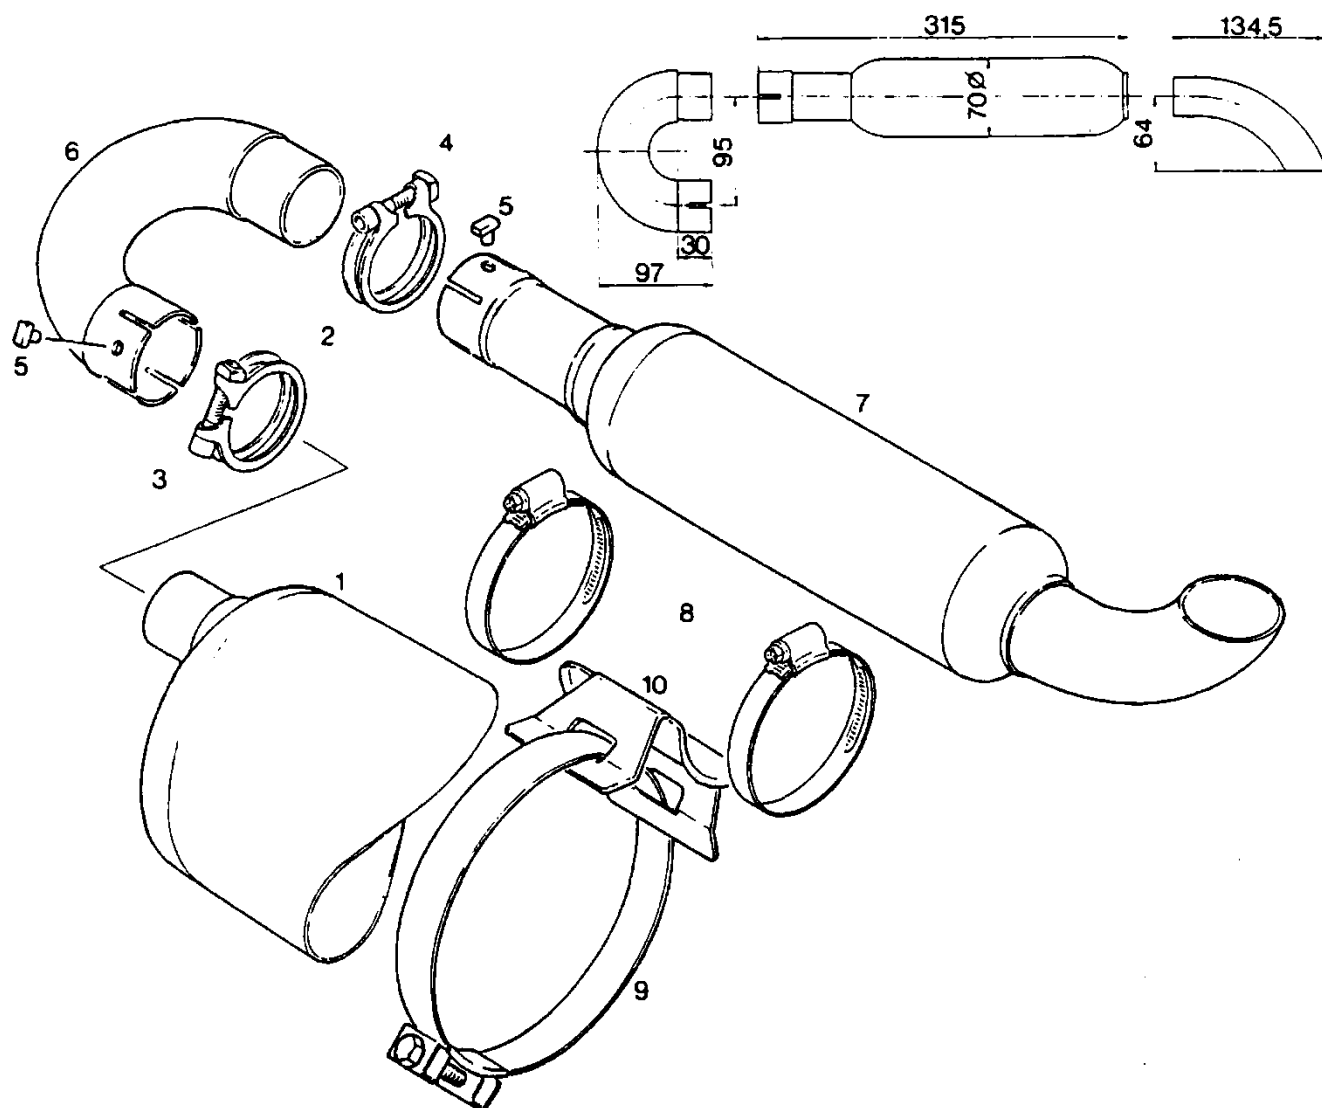

Рис. 49. Дополнительный глушитель
Дополнительный глушитель (рис. 49) предназначен для снижения уровня шума и крепится к основному глушителю с помощью кронштейна (10) и хомутов (9) и (8). Фиксаторы (5) предотвращают поворот и рассоединение патрубка (6) с основным (1) и дополнительным (7) глушителями. Диаметр отверстий под фиксаторы - 5, 7 мм. Хомут (2) должен быть расположен так, чтобы стяжной винт (3) прижимал фиксатор.